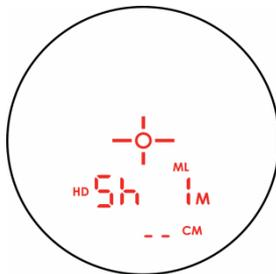

图 31
1. 短暂按下  或  进行滚动，直至主显示器看起来与图 31 相似。